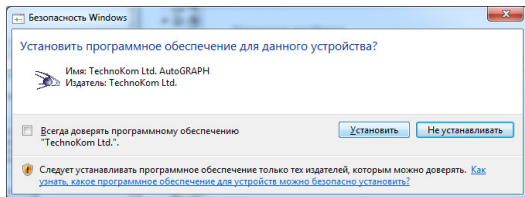

Рис.3. Предупреждение системы.
5. В ответ на предупреждение системы нажмите кнопку «Установить» (рис.3).